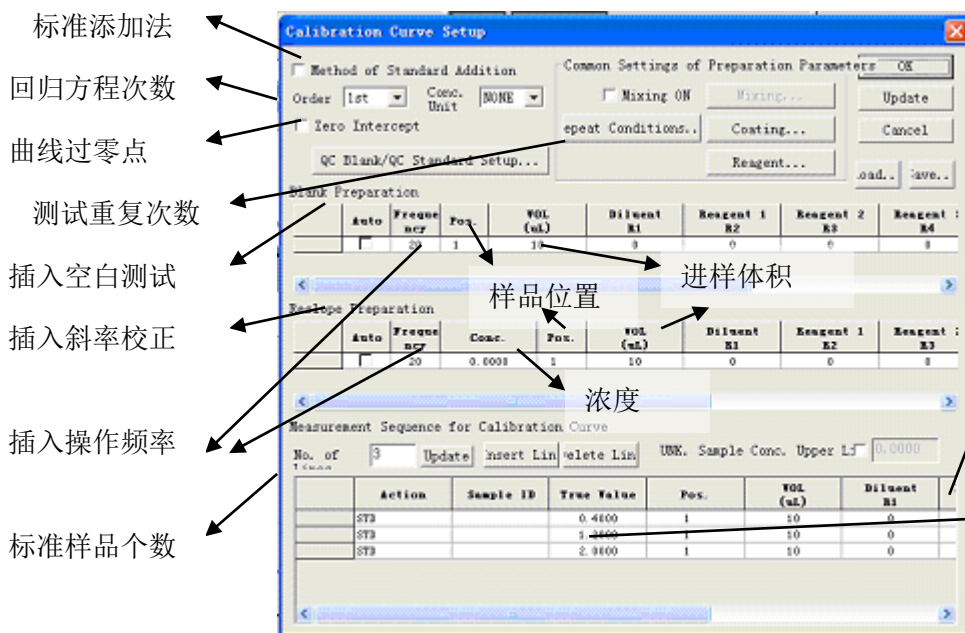
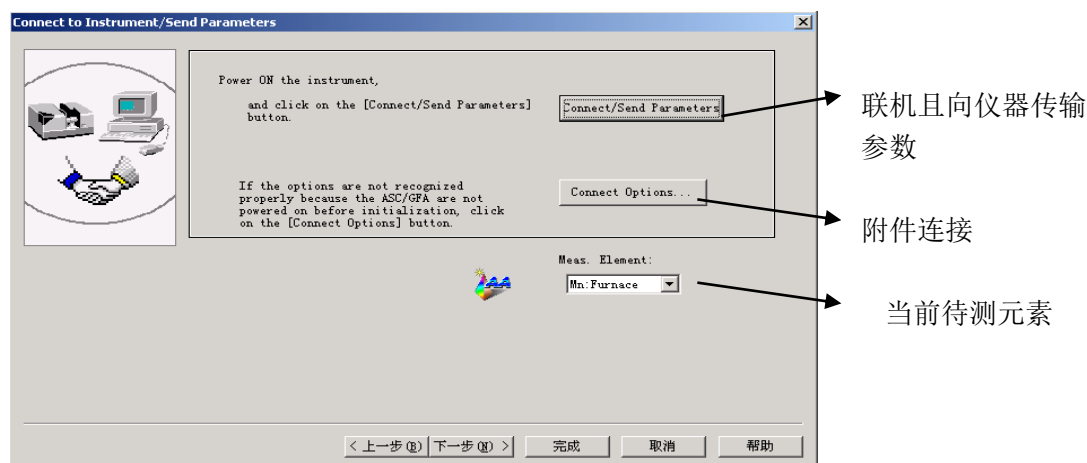

图 2-5
图 2-9
- 4、在图 2-5 中进行工作曲线的设置，各部分功能的说明见图示
7、图 2-5、2-6、2-7、2-8 中进行设置以后，在图 2-4 中按下下一步按钮，系统显示图 2-9，按联机按钮进行联机或按下下一步按钮系统自动要求联机操作。